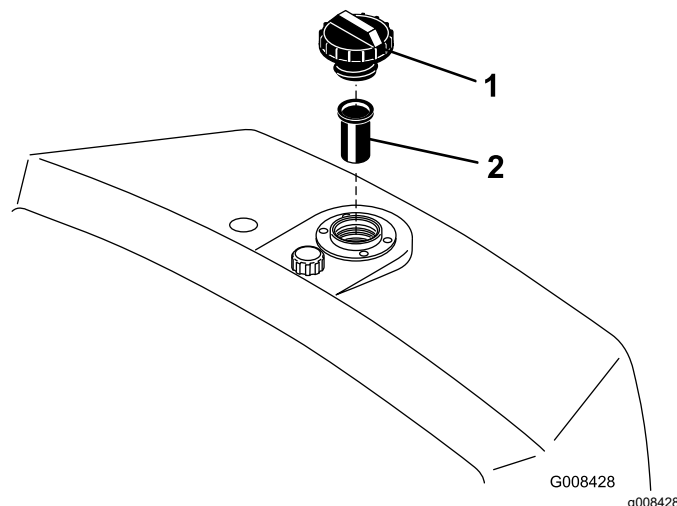

図 50
2. オイルタンクのキャップを取って油量を点検する。補給口の首の根元部分まであれば適正である 図 50。